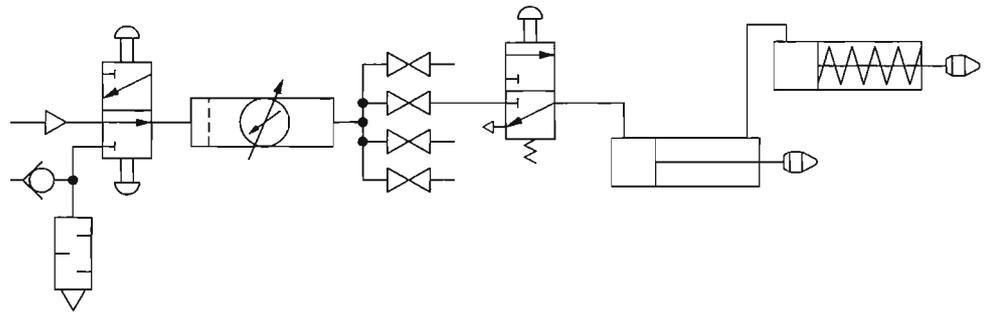

Figura 3-19. Diagrama esquemático de un circuito utilizando dos cilindros en serie.
- 2. Asegúrese de que el vástago del pistón del cilindro de doble acción esté retraído y conecte el circuito mostrado en la Figura 3-19. Para minimizar la compresión de aire, utilice un tubo corto para conectar los cilindros y enrosque una punta en cada vástago.